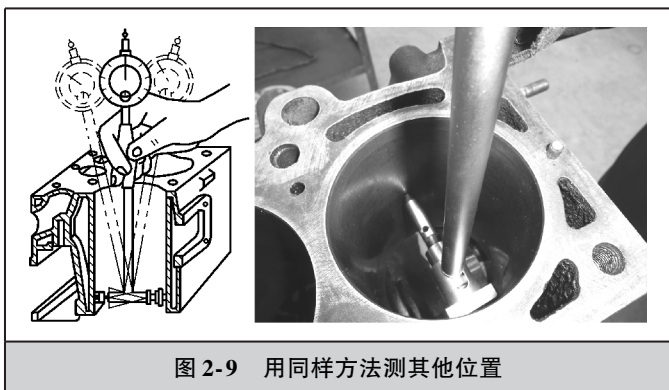

图 2-9 用同样方法测其他位置
4) 读取量缸表数值时。将量缸表放入气缸后, 要将其前后轻轻摆动, 使得指针偏转最大值时, 即量缸表与气缸真正成直角时, 读取其数值如图 2-9 所示。提示: 量缸表拿出或放入